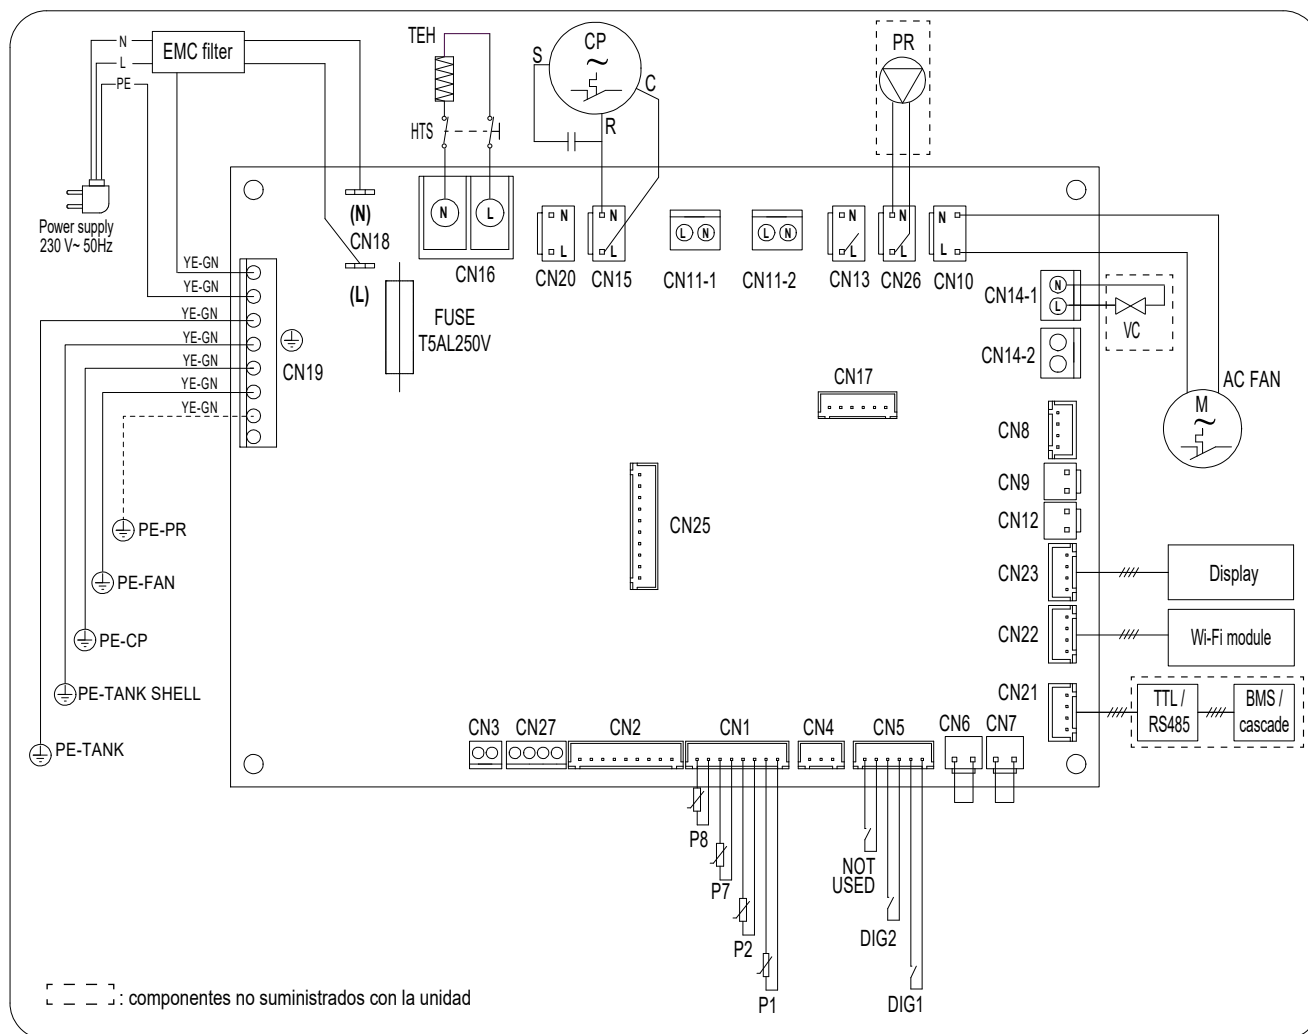

fig. 68 - Esquema eléctrico del aparato
- 2) Montar una electroválvula normalmente abierta (part. 19) para cada unidad de la cascada. La válvula debe conectarse al terminal CN14-1 (ref. “fig. 68 - Esquema eléctrico del aparato” en la página 118) de la placa base de cada equipo.
- 1) La bomba de recirculación (part. 16) debe conectarse al terminal CN26 de la placa MASTER (ref. “fig. 68 - Esquema eléctrico del aparato” en la página 118).